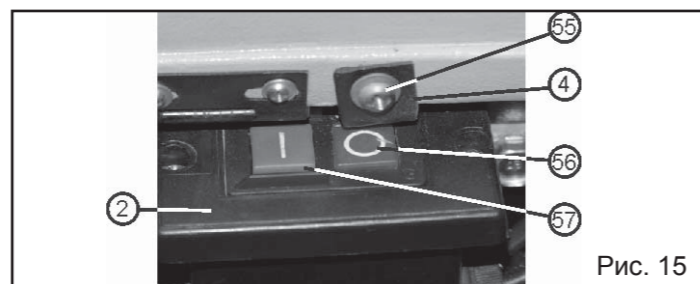

Рис. 15
#### 10.2. Включение (Рис. 15)
10.2.2. Нажать зелёную кнопку (57) магнитного пускателя (2), скорость движения пильной ленты постепенно повысится до максимальной Рис.15.